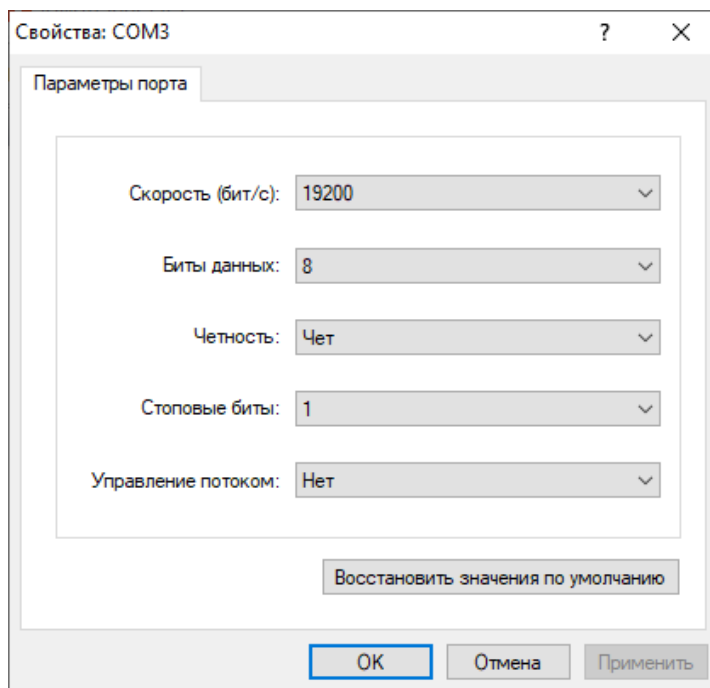

Рисунок 7 – Меню настроек параметров порта
- 3) В появившемся меню (рисунок 7) задать параметры, либо установить значения по умолчанию;